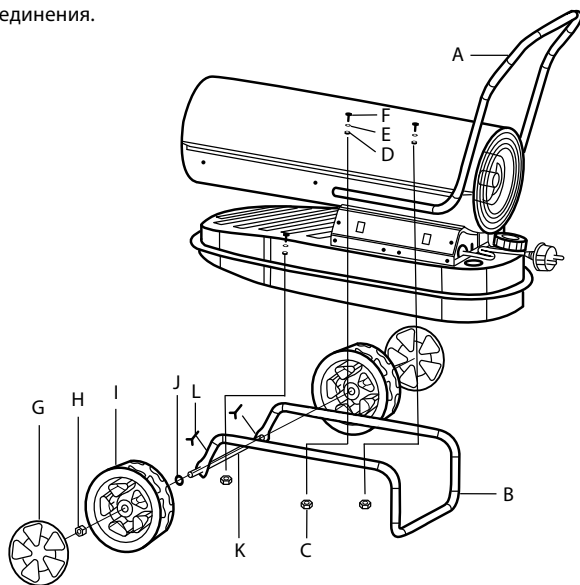

Рис. 3
1. Вставьте вал (К) в соответствующие отверстия ножи (В); вставьте плоскую шайбу $\varnothing 12$ (J) с обеих сторон вала, закрепите колеса (I) на вал (К), закрутите гайки M12 (Н), чтобы зафиксировать колеса на валу; установите крышки колес (G) на колеса (I).
3. Используя болты (F), плоские шайбы (Е), пружинные шайбы (D), гайки (С), закрепите к корпусу тепловой пушки ножку и ручку (как показано на рис. 3).